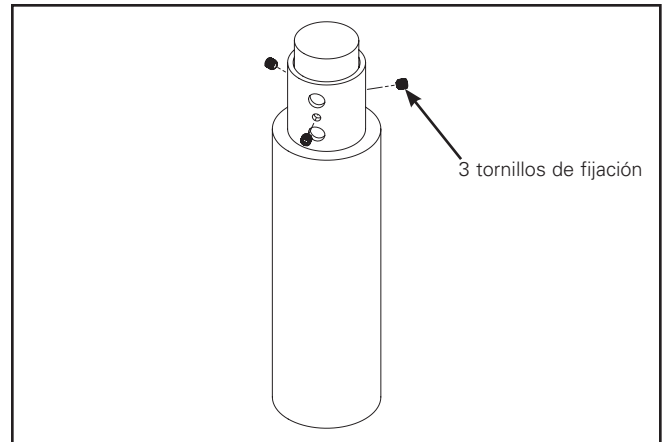

Figura 7.
2. Instale tres, 3/8-16 tornillos de fijación UNC en la manga de espiga a mano. (Figura 7.)
3. Apriete los tres tornillos de fijación UNC 3/8-16 a 180 in-lbs. (Figura 7.)